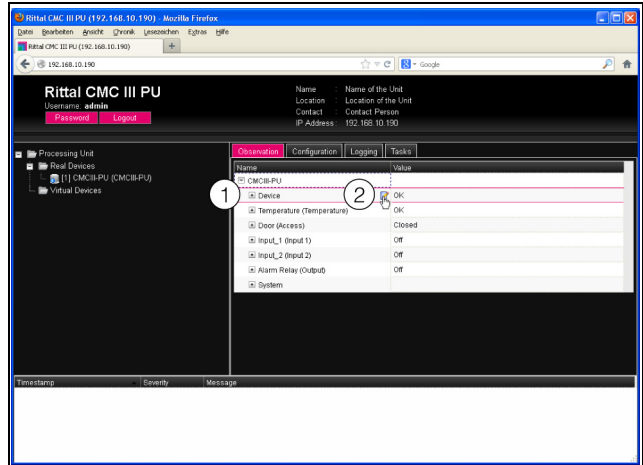

Рис. 35: Выбор нескольких параметров
- Разверните элемент "CMCIII PU" нажатием на символ "плюс" перед именем элемента (рис. 35, поз. 1).
- Подведите курсор мыши к концу первого столбца в строке "Device" (рис. 35, поз. 2).